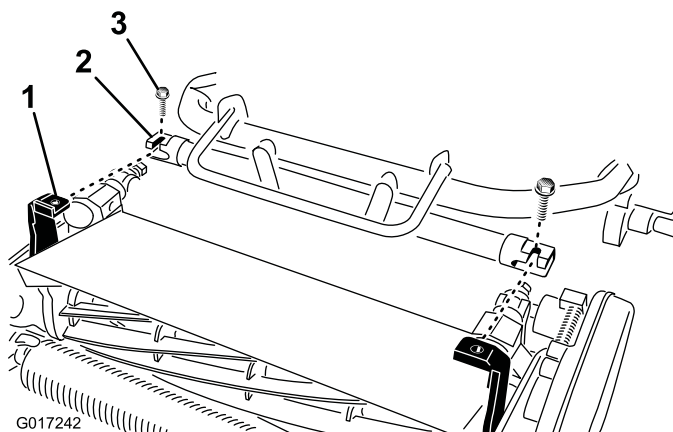

图4
3. 将滚刀组推入主机下方（图4）。
4. 向前推动主机框架（图4），直至其与滚刀组旋转臂完全接合。
5. 使用 2 颗 3/8 x 3/4 英寸（0.95 x 1.90 厘米）螺栓将主机框架固定到滚刀组旋转臂上（图4）。